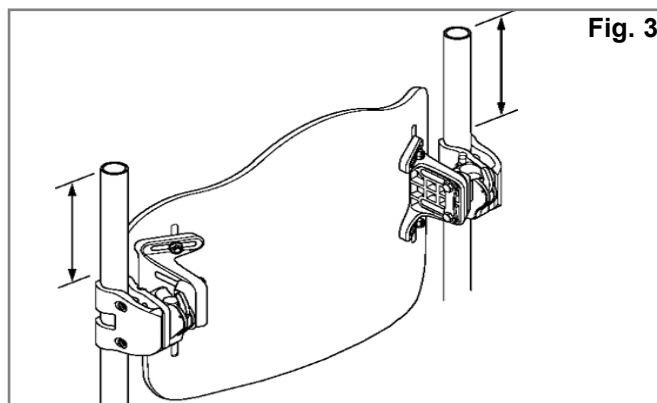
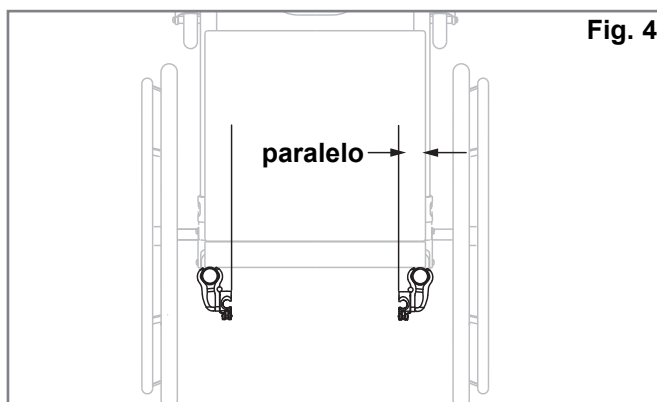

Fig. 3
Fig. 4
## Instrucciones para la instalación de las piezas de fijación (Fig. 3, 4, 5)
2. Determine visualmente la ubicación deseada de los receptores en los tubos del respaldo de la silla de ruedas. Las piezas del sistema de fijación deben estar montadas a una altura equidistante en cada tubo posterior (Fig. 3) y paralelas al armazón del asiento (Fig. 4). Cuanto más alta la ubicación de los tubos del respaldo, mejor.